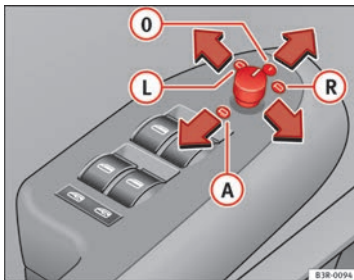

Abb. 104 Ausschnitt aus Armlehne: Drehknopf ▶
- Drehen Sie den Drehknopf in Stellung  $\Rightarrow$  Abb. 104 **L** (Fahreraußenspiegel) oder in Stellung **R** (Beifahreraußenspiegel).
Beim Einlegen des Rückwärtsgangs kippt die Spiegelfläche etwas nach unten, wenn auf den Beifahreraußenspiegel umgestellt ist (Drehknopf in Stellung **R**  $\Rightarrow$  Abb. 104). Dadurch wird beim Einparken die Sicht zur Bordsteinkante ermöglicht.